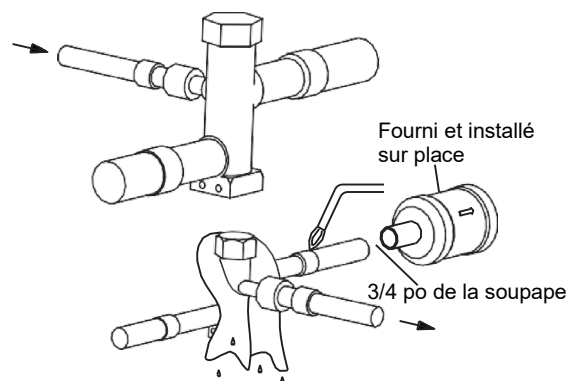

Figure 7-4
4. Enroulez un chiffon humide autour du corps de soupape pour éviter tout dommage causé par de la chaleur et continuez la purge d'azote sèche (Fig. 7-4).